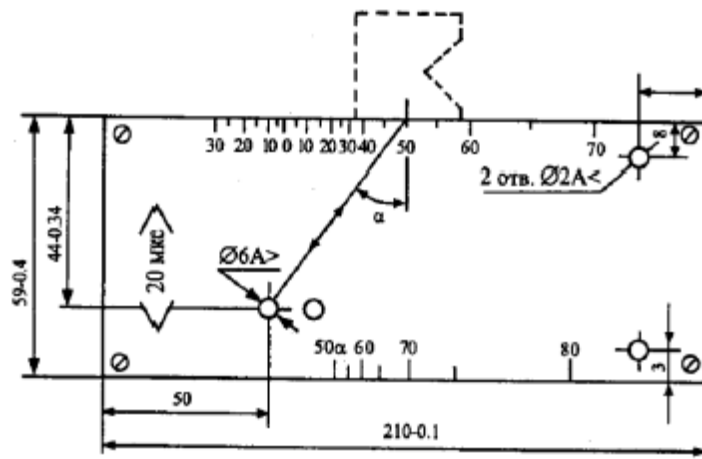

Рисунок 2. Стандартный образец СО-2
Рисунок 2 - Измерение выпуклости (вогнутости) стыкового шва (г) при различном уровне наружных поверхностей деталей, вызванном смещением при сборке соединения под сварку
2. На эскизе (рис. 2) дать схему расположения искателя на эталоне 3 для определения центра излучения искателя, если положение точки выхода луча не известно, при этом имейте ввиду, что точка выхода луча (центр излучения искателя) расположена на искателе напротив центра полуокружности стандартного образца 3 при установке искателя в положение, при котором амплитуда эхо-сигнала от вогнутой поверхности максимальна.